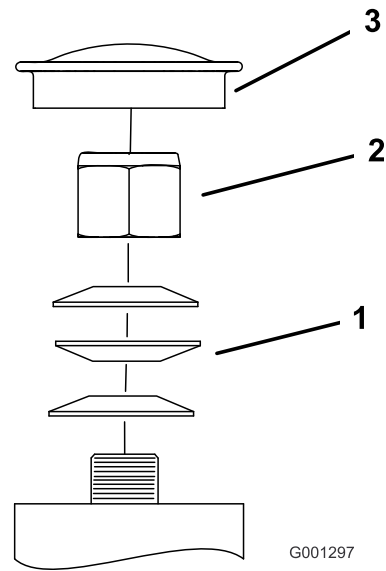

Figura 59
3. Retire o tampão antipoeira da roda e aperte a porca de freio (Figura 59).
4. Aperte a porca de freio até que as anilhas de mola estejam planas e, em seguida, recue 1/4 de volta para aplicar devidamente a pré-carga nos rolamentos (Figura 59).
Importante: Certifique-se de que as anilhas de mola estão corretamente montadas como apresentado em Figura 59.
5. Instale o tampão antipoeira (Figura 59).